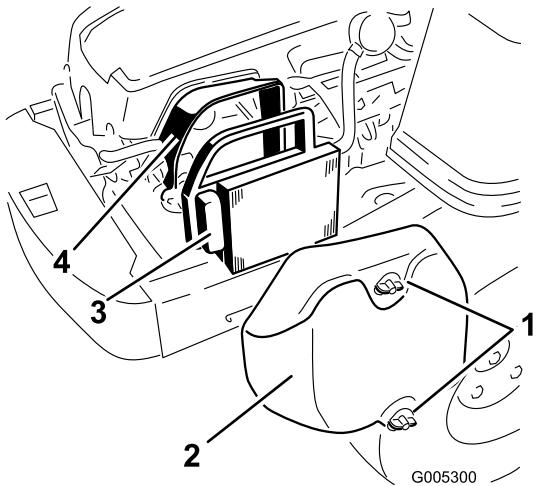

Figura 22
1. Togliete il coperchio del filtro dell'aria (Figura 22).
2. Rimuovete l'elemento del filtro dell'aria con la tenuta in gomma integrale (Figura 22).
5. Installate l'elemento del filtro dell'aria con il lato pieghettato rivolto verso l'esterno e appoggiate la tenuta in gomma sui bordi della base del filtro dell'aria (Figura 22).
6. Rimontate il coperchio del filtro dell'aria e fissateli con le due manopole (Figura 22).